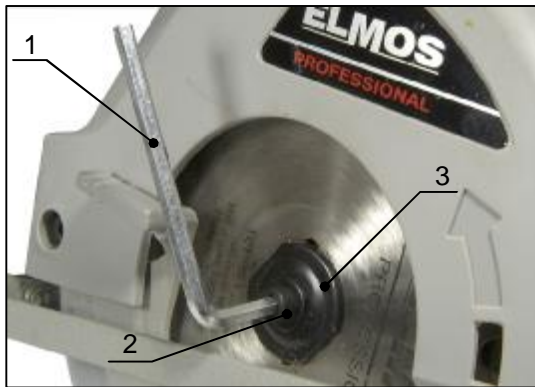

Рис.5
2. Зафиксируйте положение диска (например, отверткой), чтобы не допустить проворота вала. Вставьте шестигранный ключ (поз.1, рис.5) в болт (поз.2, рис.5), крепящий режущий диск. Вращайте ключ против часовой стрелки, чтобы ослабить болт (поз.2, рис.5), крепящий диск. Отведите назад нижний защитный кожух, а затем снимите внешний фланец (поз.3, рис.5) и осторожно вытащите диск.